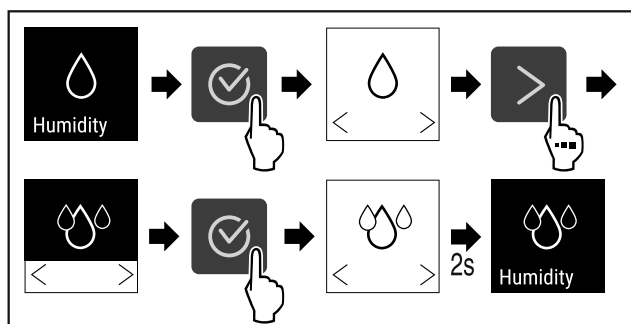

Fig. 36 *
- ▶ Wykonać czynności (patrz Fig. 36) .*